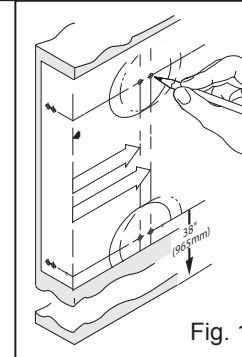
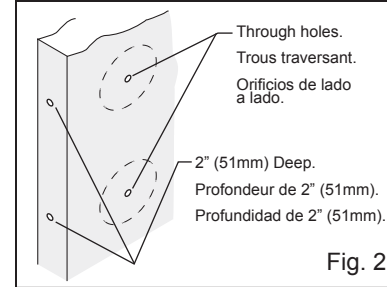
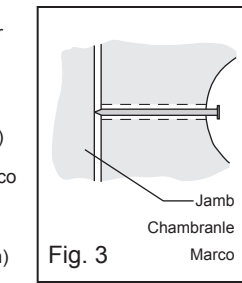

Fig. 1
Fig. 2
Fig. 3
Note 1. **A.** Determine your backset, see (figure 1). **B.** If your backset measured 2-3/4" (70mm), adjust the backset of latches as follows: For top latch, rotate front of latch 180° (see figure 2). For bottom latch, grasp spring pin (a) and move it from the 2-3/8" slot to the 2-3/4" slot (see figure 3).
Remarque 1. **A.** Déterminez l'écartement, voir (figure 1). Les verrous n'ont pas besoin de réglage si l'écartement fait 2-3/8" (60 mm). **B.** Si votre écartement mesurait 2-3/4" (70mm), ajustez l'écartement des verrous comme suit: Pour le verrou supérieur, tournez l'avant du verrou 180° (voir figure 2). Pour le verrou inférieur, se saisir le la goupille-ressort (a) et la déplacer de l'encoche de 2-3/8" à l'encoche de 2-3/4" (voir figure 3).
A. Follow steps 1 through 3 of template (see fig. 1). **B.** Drill 1/8" (3mm) diameter pilot holes where marked (see fig. 2). **C.** Drill the 2-1/8" (54mm) hole about halfway through door, then finish drilling from the other side to prevent splintering. **D.** Mark location for strike plate holes in door jamb, by closing door and pressing a 2" (51mm) common nail from inside 2-1/8" (54mm) hole through pilot hole until nail makes indentation in door jamb (see fig 3). **E.** Drill 1" (25mm) diameter holes in door edge and jamb. Drill the top hole in jamb a minimum of 1" (25mm) deep and the bottom hole 5/8" (16mm) deep. **F.** Trace face of latches in door edge and chisel out area 5/32" (4mm) deep, (no chiseling is required for bottom latch if you are using a drive-in latch (latch without face plate). **G.** Center appropriate strike over holes in door jamb and trace outlines. Chisel out area 1/16" (1,6mm) deep for bottom strike and 5/64" (2mm) deep for top strike. Place strikes on jamb and mark screw hole centers. For top strike, drill 1/8" (3mm) diameter pilot screw holes a minimum of 1-1/2" (38mm) deep. For bottom strike, drill 3/32" (2mm) diameter pilot screw holes a minimum of 1/2" (13mm) deep. **H.** Continue by following steps of INSTALLATION INSTRUCTIONS on reverse side.
A. Suivre les étapes 1 à 3 du gabarit (voir figure 1). **B.** Percer des trous-pilotes de diamètre 1/8" (3mm) aux endroits marqués (voir figure 2). **C.** Percer le trou de 2-1/8" (54 mm) jusqu'au milieu de la porte environ, puis finir de percer à partir de l'autre côté afin d'éviter l'éclatement du bois. **D.** Marquer l'emplacement des trous de la gâche sur le chambranle de la porte en fermant la porte et en poussant un clou ordinaire de 2" (51mm) de l'intérieur du trou de 2-1/8" (54mm) par le trou-pilote jusqu'à ce que le clou fasse une marque sur le chambranle de la porte (voir figure 3). **E.** Percer les trous de diamètre 1" (25mm) dans le bord de la porte et le chambranle. Percer le trou supérieur dans le chambranle au moins 1" (25mm) de profond et le trou inférieur 5/8" (16mm) de profondeur. **F.** Tracer la face des verrous sur le bord de la porte et couper au ciseau sur une profondeur de 5/32" (4 mm), (ceci n'est pas nécessaire pour le verrou inférieur si vous voulez un verrou à enfoncement (verrou sans têtère)). **G.** Centrer la gâche appropriée sur les trous dans le chambranle de la porte et tracer le pourtour. Mortaiser la surface tracée sur une profondeur de 1/16" (1,6mm) pour la gâche inférieure et 5/64" (2mm) pour la gâche supérieure. Placer les gâches sur le chambranle et marquer le centre des trous de vis. Percer des trous-pilotes de 1/8" (3mm) de diamètre sur une profondeur minimale de 1-1/2" (38mm) pour la gâche supérieure. Percer des trous-pilotes de 3/32" (2mm) de diamètre sur une profondeur de 1/2" (13mm) pour la gâche inférieure. **H.** Continuer en suivant les étapes des INSTRUCTIONS D'INSTALLATION au verso